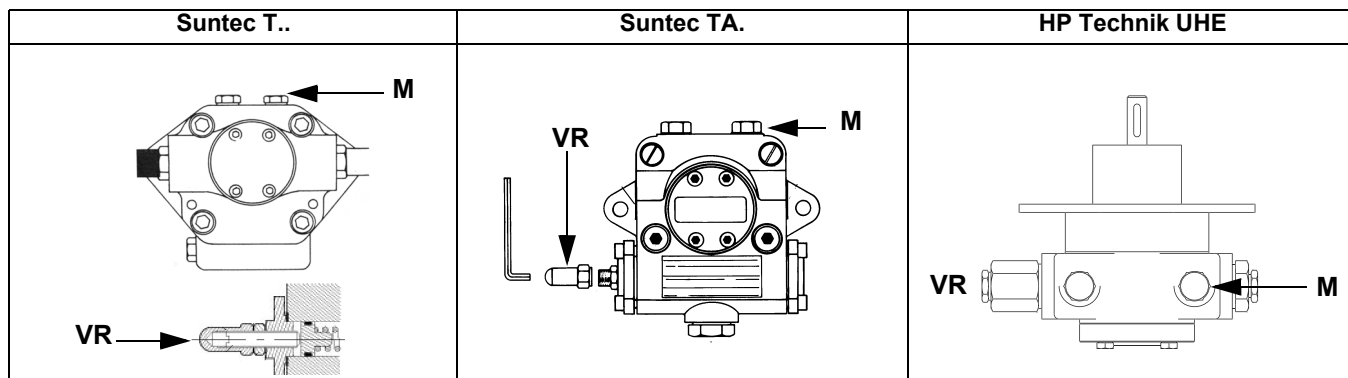

Рис. 16
- 3 выпустить воздух со штуцера (**M**) манометра насоса (Рис. 16), расслабив слегка заглушку, но не снимая ее; затем отпустить контактор;